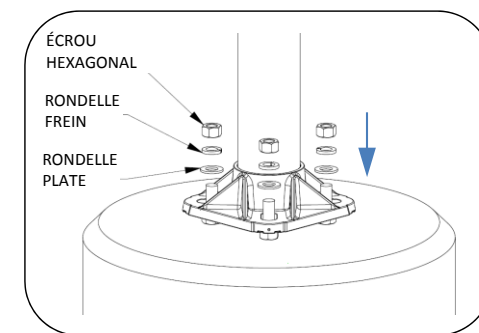

Fig. 2 – Installer le pied
2. Installer la rondelle, la rondelle frein et l'écrou hexagonal comme l'indique la Fig. 2.